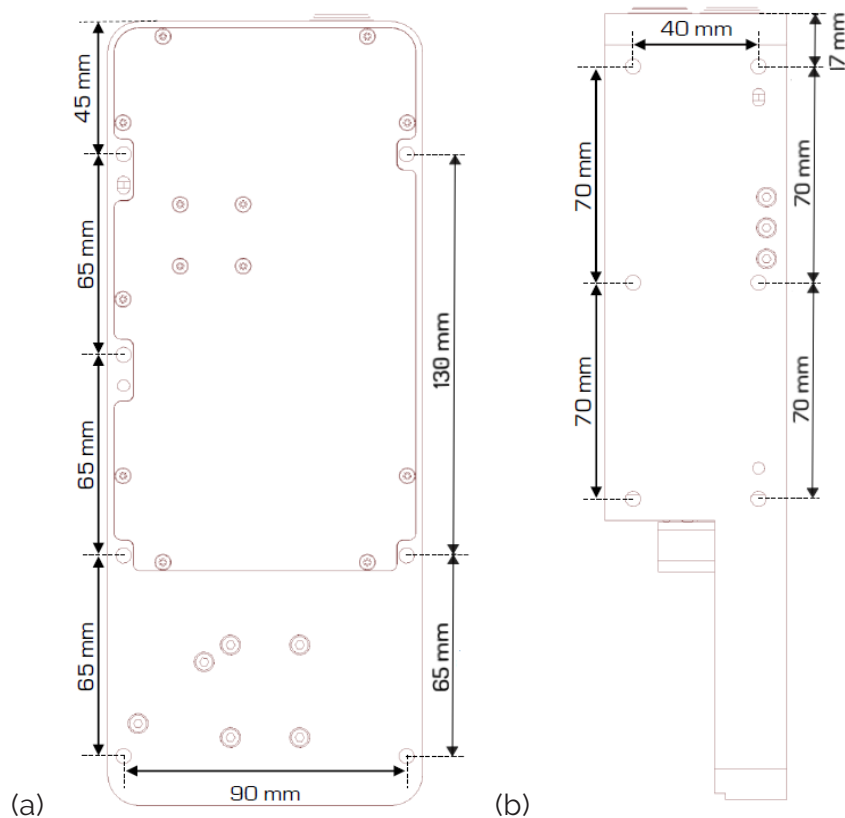

図 7: heliInspect™ H8 の本体寸法
- b. 図 7の寸法に従ったドリルパターンを準備してください。
- (+) ハウジング本体の背面に取り付ける場合、ねじ接続には M6 雌ねじを uses。最大ねじ深さは 8 mm です。(➤ 図 7 (a))
- (+) ハウジング本体の側面に取り付ける場合、ねじ接続には M6 雌ねじを uses。最大ねじ深さは 8 mm です。(➤ 図 7 (b))